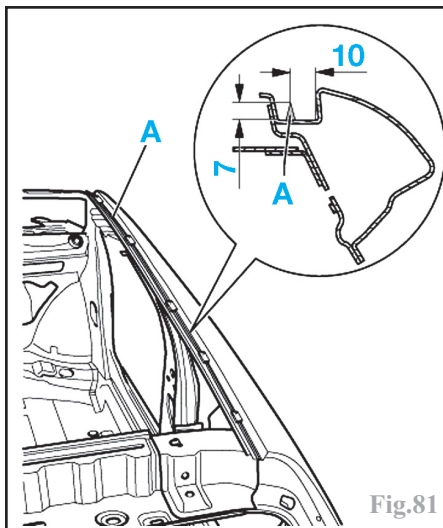

Fig.81
Appliquer de la colle monocomposant (A) dans la zone du cadre de pavillon (Fig.81)